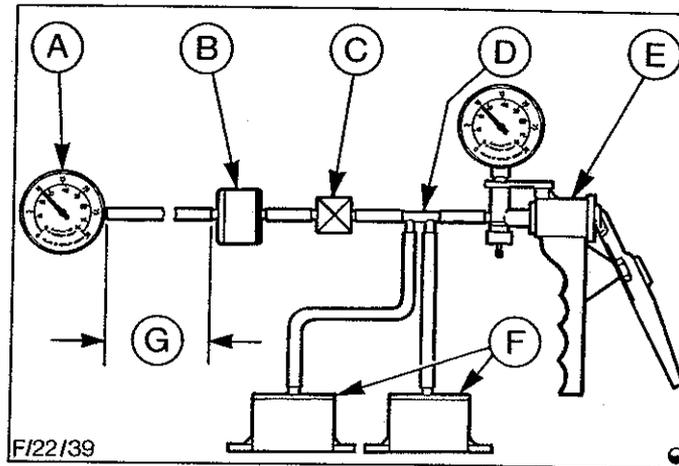

Abb.97 Testkreis, Unterdruck-Halteventil
1. Ventil an den in Abb.97 gezeigten Prüfkreis anschließen.